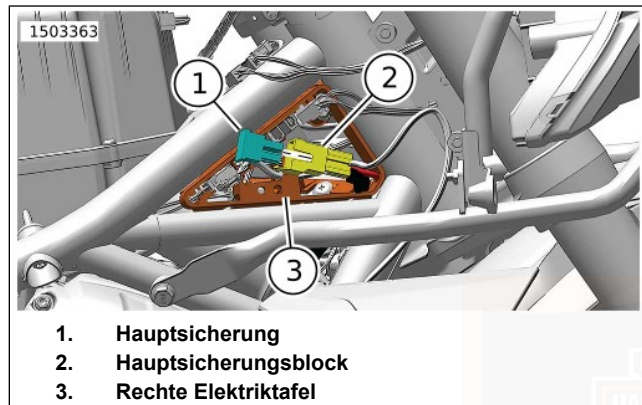

Abbildung 100. Hauptsicherung – Lage
3. Den Hauptsicherungsblock (2) von der rechten Elektriktafel (3) entfernen.
4. Abbildung 100 Die Hauptsicherung (1) ausbauen.
1. Abbildung 100 Die Hauptsicherung (1) einbauen.
2. Den Hauptsicherungsblock (2) in die rechte Elektriktafel (3) einbauen.